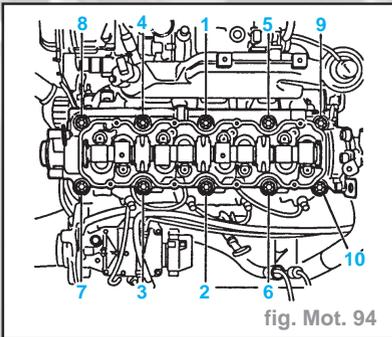

fig. Mot. 94
- Placer les vis de culasse neuves et serrer dans l'ordre représenté sur la figure (fig. Mot. 94), utiliser une clé dynamométrique et l'outil **KM-470-B**. Reposer le boîtier d'arbre à cames sur la culasse. Couple de serrage : **2,5 daN.m + 90° + 90° + 45°**